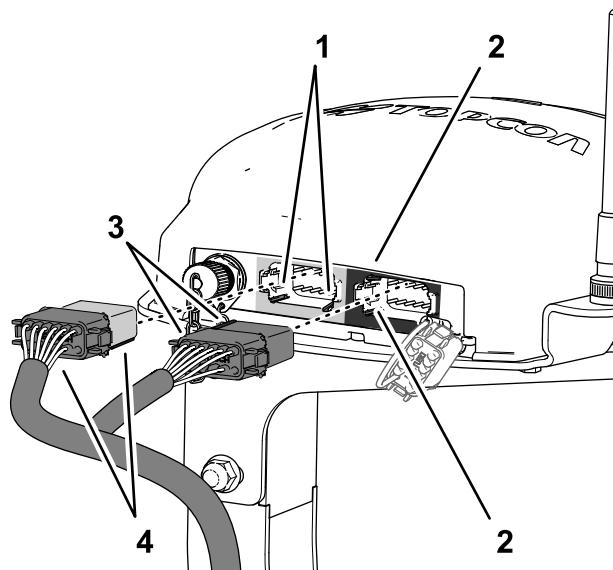

Рисунок 198
3. Совместите два выступа для совмещения на длинной лицевой стороне черно-серого 12-гнездового разъема жгута проводов передачи данных с двумя ответными пазами в нижней горизонтальной стенке левого (серого) 12-штыревого разъема навигационного приемника (Рисунок 198).
4. Соедините черно-серый 12-гнездовой разъем жгута проводов передачи данных с левым (серым) 12-штыревым разъемом навигационного приемника так, чтобы разъемы надежно зафиксировались со щелчком (Рисунок 198).
5. Совместите два выступа для совмещения на короткой стороне черного 12-гнездового разъема жгута проводов передачи данных с двумя ответными пазами в левой вертикальной стенке правого (черного) 12-штыревого разъема навигационного приемника (Рисунок 198).
6. Соедините **чисто черный** 12-гнездовой разъем жгута проводов передачи данных с **левым (черным)** 12-штыревым разъемом навигационного приемника так, чтобы разъемы надежно зафиксировались со щелчком (Рисунок 198).